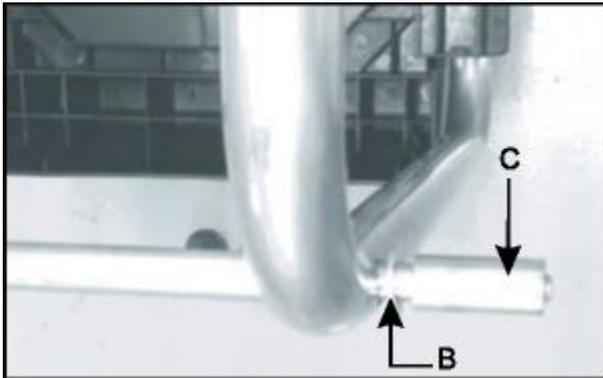

Рис. 1A
1. Наденьте шайбу (B) и муфту (C) на ось колеса. (Рис. 1A)